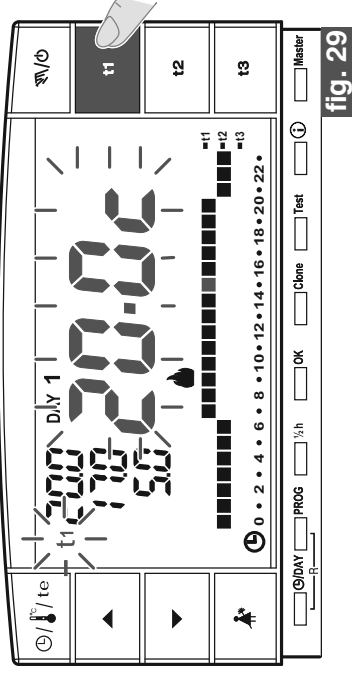

fig. 29
• Premere il tasto del set temperatura che si vuole limitare (t1 o t2); la sigla selezionata (t1 o t2) e i digit centrali con la corrispondente temperatura lampeggiano (esempio in fig. 29).